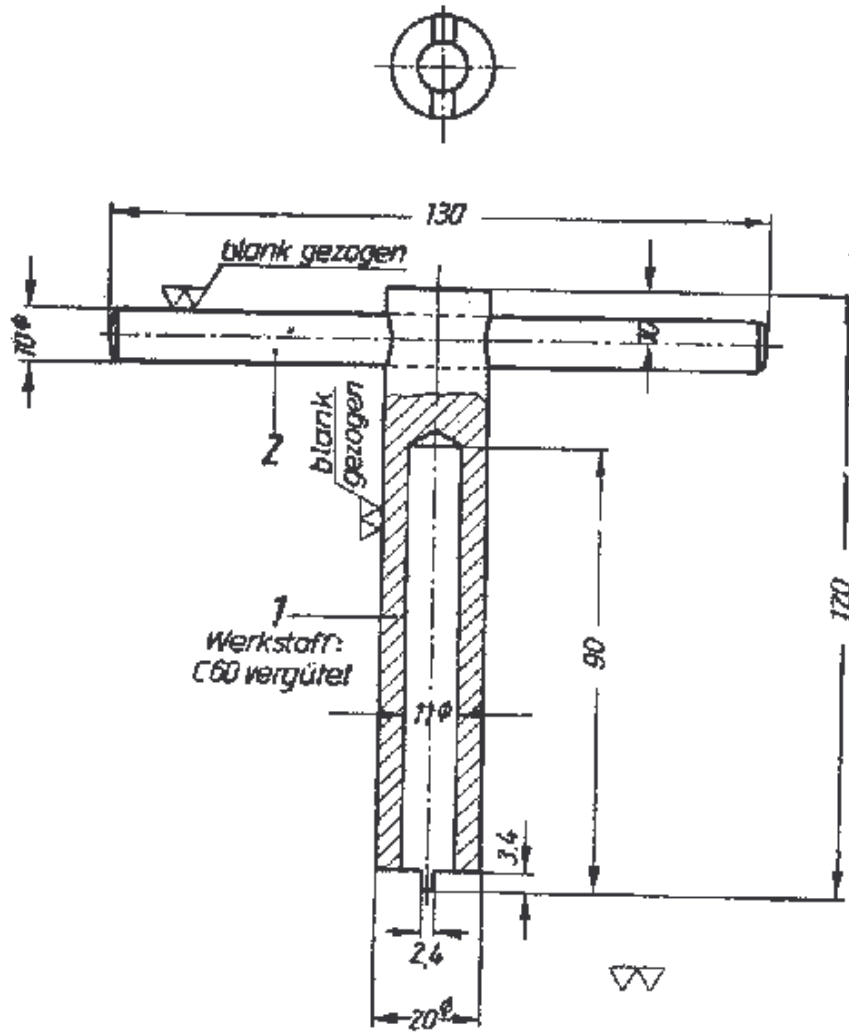
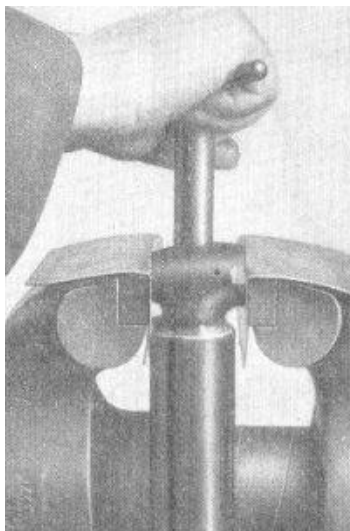

Bild 72. Steckschlüssel für die Schlitzmutter im Gabelfuß
Bild 73. Schlitzmutter im Gabelfuß abschrauben
2. Federbein in den Schraubstock einspannen (jedoch nicht auf die Lauffläche der Gleitbuchse) und Schlitzmutter im Gabelfuß abschrauben. Hierzu dient der in **Bild 72** skizzenmäßig dargestellte Steckschlüssel (**Bild 73**).